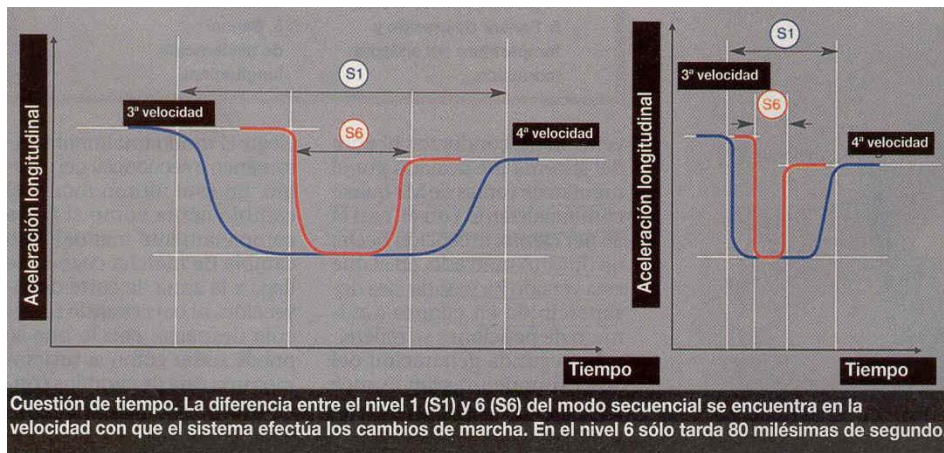

Figura 19. Diferencias entre las leyes del modo secuencial
- Secuencial (S). Dispone de 6 leyes. Se puede actuar tanto desde la propia palanca como desde el volante por medio de unas levas. La leva derecha sube de marchas y la izquierda reduce (Figura 19).